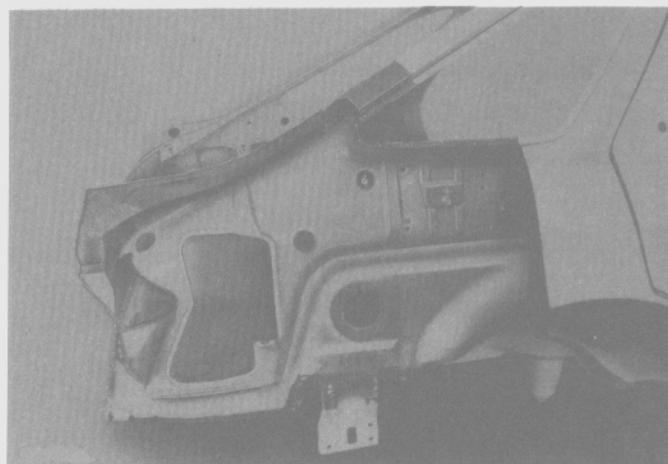

Fig. 225
- Retirar el resto del panel de las pestañas (Fig. 225).